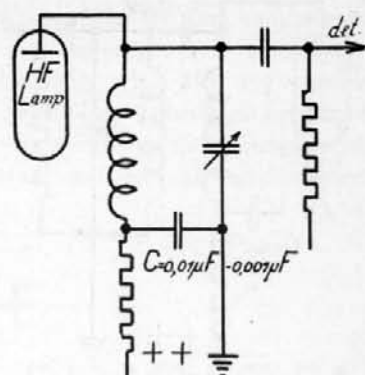

FIG. 2.
1. De afgestemde kring direct in de plaatkring van de h.f. lamp. Fig. 2.